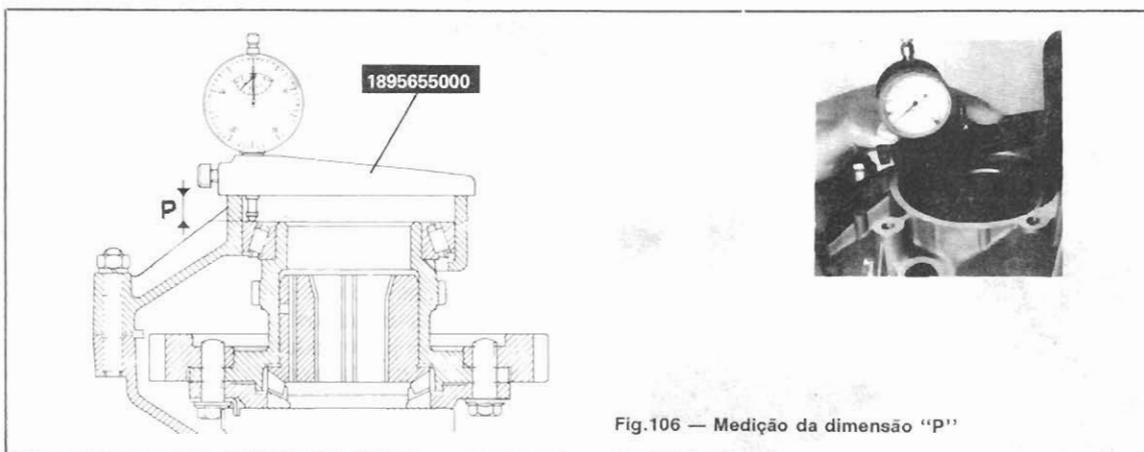

Fig.106 — Medição da dimensão "P"
- Medir com o auxílio dum comparador montado num suporte específico "Ref. 189 565 5000" a dimensão "P" entre a face de apoio da tampa e da pista exterior do rolamento (fig.106).